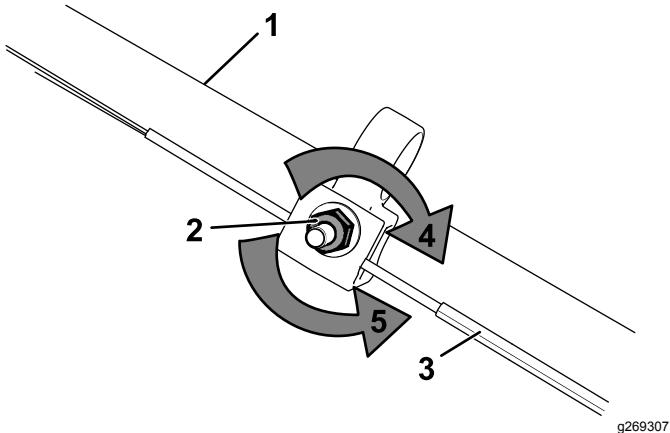

Bild 29
1. Drehen Sie die Einstellmutter nach links, um die Zugeinstellung zu lösen (**Bild 29**).
2. Stellen Sie die Spannung des Zugs (**Bild 29**) ein, indem Sie ihn zurückziehen oder nach vorne drücken und dann in dieser Stellung arretieren.